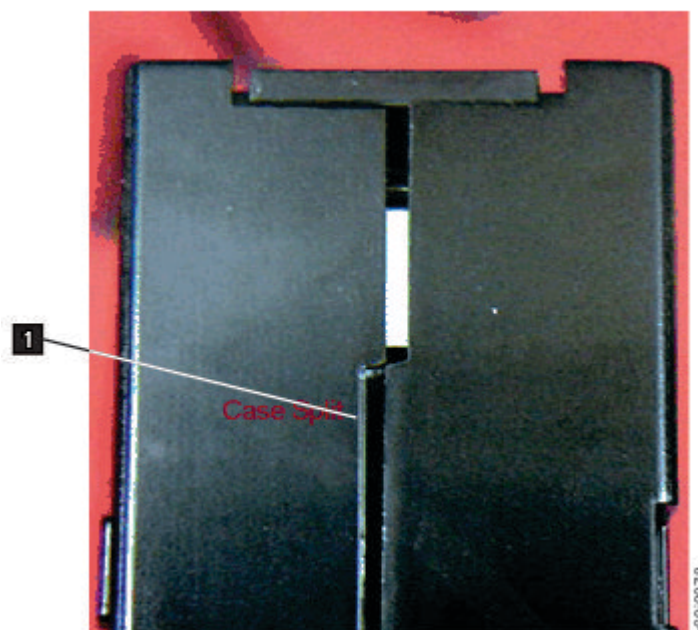

Figure 91. Recherche de jours dans les jointures d'une cartouche
- Examinez l'arrière de la cartouche (la partie qui est chargée en premier dans le compartiment de chargement de la bande) et vérifiez qu'il n'existe pas d'espace sur le bord du boîtier de la cartouche. . S'il existe des jours au niveau de la jointure (voir Figure 91), il est possible que l'amorce soit sortie de son logement.